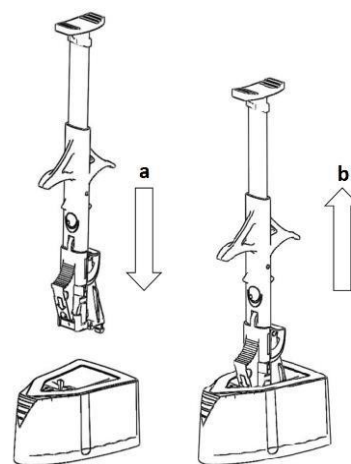

Рис. 2
4. Для правильного расположения совместите стрелки на красном ограничителе инъектора и открытом контейнере с влажной ИОЛ. Вставьте инъектор уверенным движением, направленным вниз, чтобы прозвучал щелчок, как показано на рис. 2/а. Вытяните инъектор, как показано на рис. 2/б, и убедитесь, что держатель линзы загружен в инъектор.